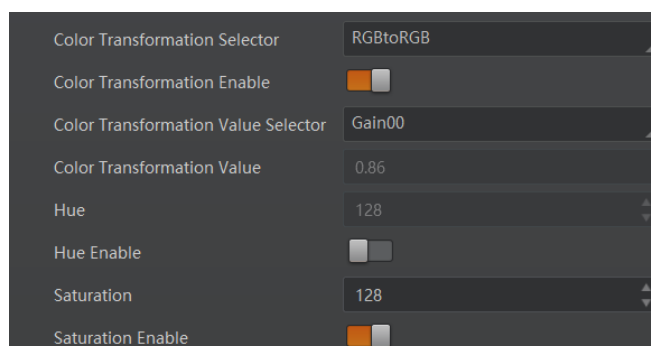

图11-10 调节饱和度
4. 在 *Saturation* 参数中输入需要设置的数值，如 图11-10 所示。